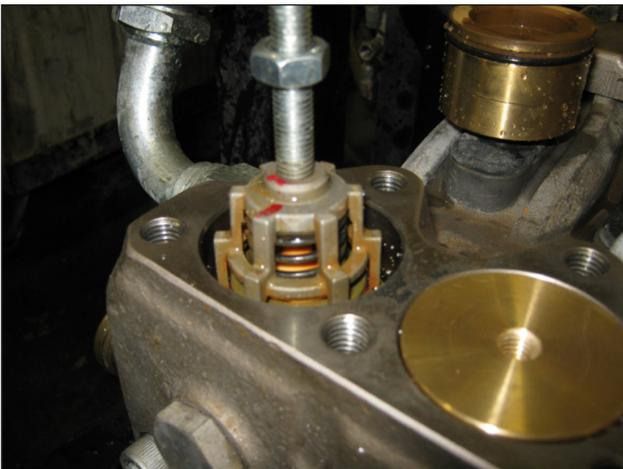

Fig. 19
- Les groupes de soupape d'aspiration des pompes KT34-KT36-KT40-KTR40-KT36B-KT40B-WK8-W120120-W100140 à l'aide d'un extracteur à inertie réf. 26019400 en combinaison avec l'outil réf. 27513600 (Fig. 19).